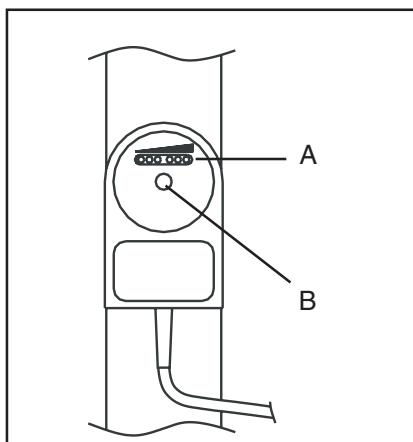

Fig. 15
Voir cependant section 3 et fig. 15
4. Dévisser la vis de nylon 'B' (fig. 15).
5. Contrôler que l'interrupteur d'écoulement tourne correctement (voir fig. 15)